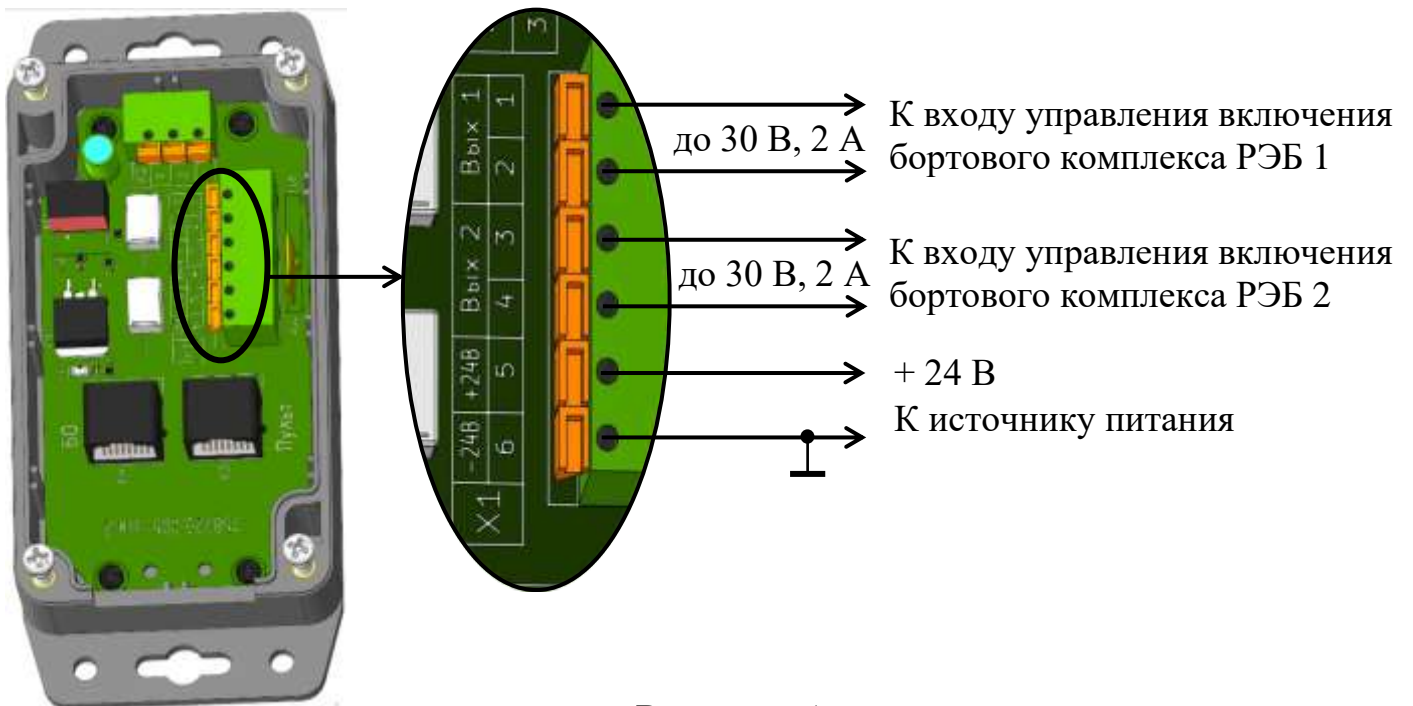

Рисунок 5
- подключить кабель бортового комплекса РЭБ к клеммам соединителя Х1 (рисунок 5). Предусмотрена возможность подключения двух независимых комплексов РЭБ к клеммам «Вых1» и «Вых2»;